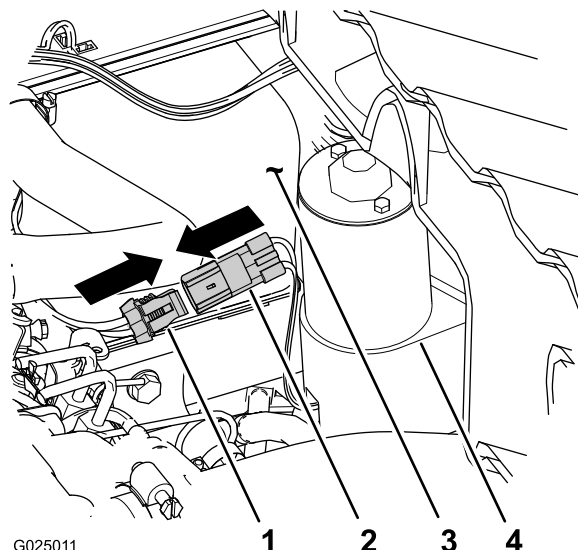

Figura 10
3. Ligue o conector elétrico de duas tomadas da cablagem traseira da máquina ao conector de dois pinos do acionador do elevador (Figura 10).